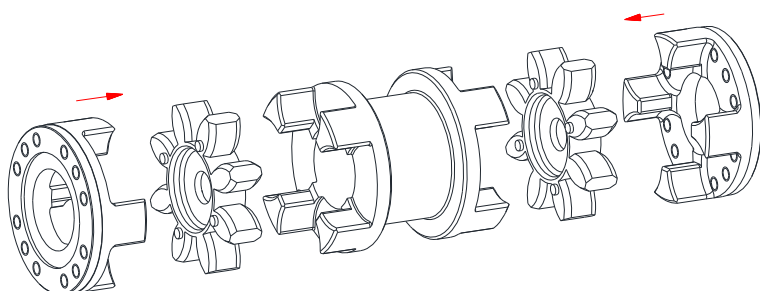

Fig. 9: Medbringerflangens, tandkransenes, og DKM-mellemstykkets montage
- Saml medbringerflangen, tandkransene og DKM-mellemstykket spec. (se fig. 9).